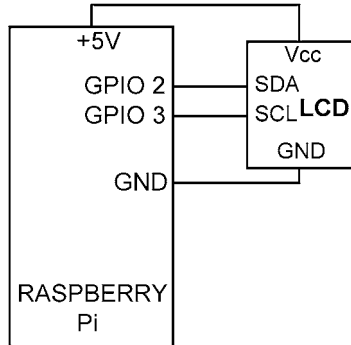

Figure 6.27 Affichage de la température et de l'humidité
- Cliquez sur le bouton de la **injecter** noeud. Vous devriez voir la température et l'humidité mises à jour et affichées toutes les 5 secondes (voir figure 6.27)